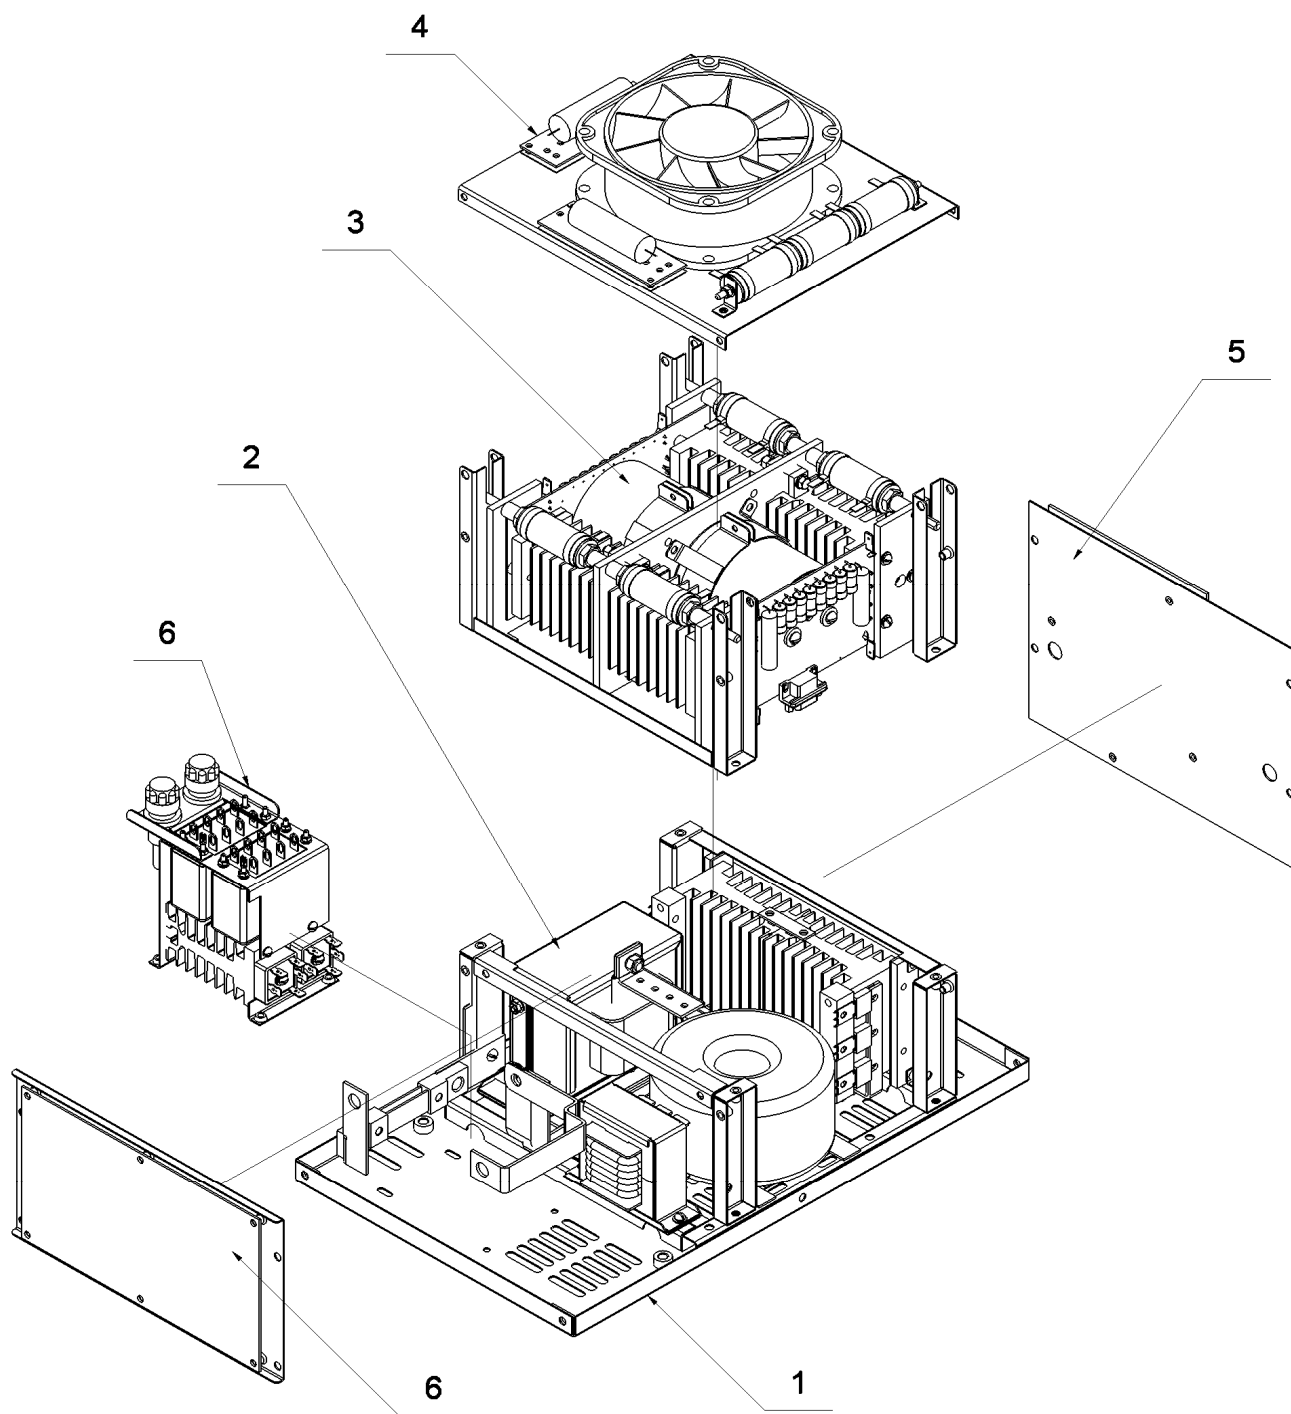

Рис. 6. Основные узлы сварочного источника.
2.4.6. Расположение основных конструктивных узлов и блоков сварочного источника показаны на Рис. 6: